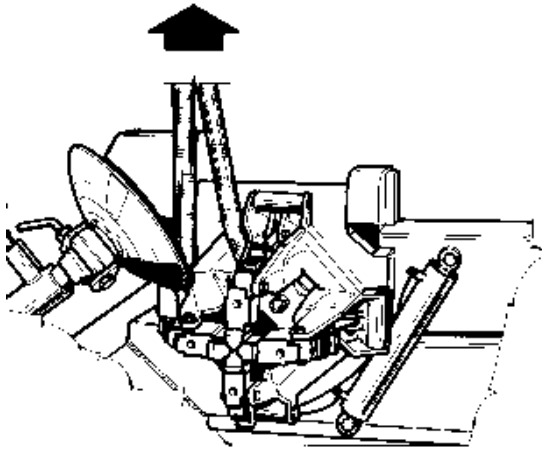

Fig.12
- A. Avant de soulever la machine, vérifier si le mandrin autocentreur est complètement fermé, le bras porte-mandrin baissé et le chariot porte-outil en condition d'encombrement minimum Fig.12.
- B. Enlever les vis qui fixent la machine à la palette. Soulever la machine exclusivement par les deux oeilletons avec des câbles ou des cordes de robustesse et de longueur appropriées (300 - 10') (Fig. 12).